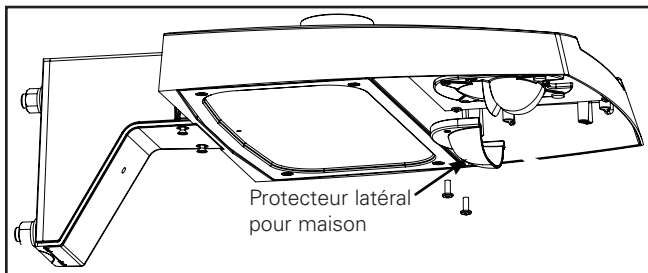

Figure 14.
1. Retirez les goupilles-poussoir situées à l'arrière du dispositif optique (Figure 14).
**Note:** Le protecteur latéral pour maison doit SEULEMENT être installé sur l'arrière du dispositif optique, comme illustré. NE l'installez PAS de l'autre côté du dispositif optique (Figure 14).